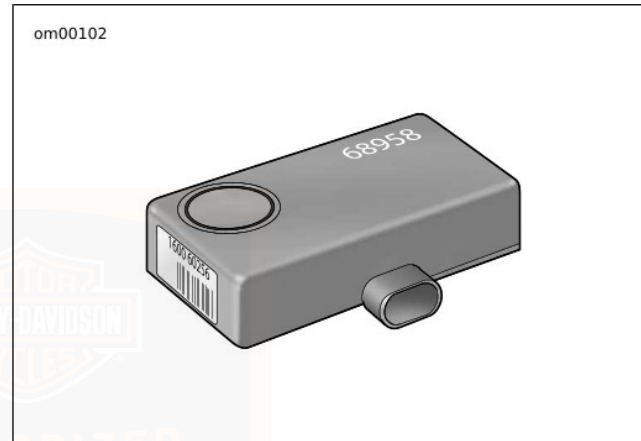

Figure 42. Optional Smart Siren
- See Figure 42. Sound the optional siren.